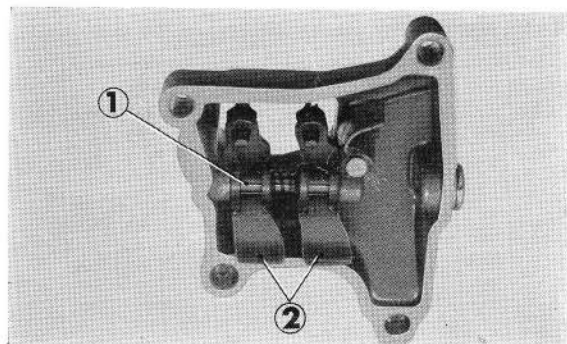

Figure 2-6 : ① axe des culbuteurs
③ ressort
2. Extraire l'axe des culbuteurs et déposer ceux-ci (figure 2-6).